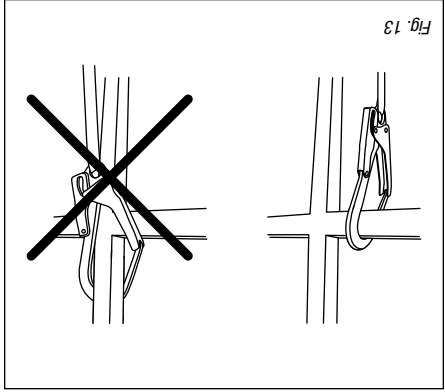

Fig. 13
d) une charge exercée sur le linguet du mousqueton (Figure 13).